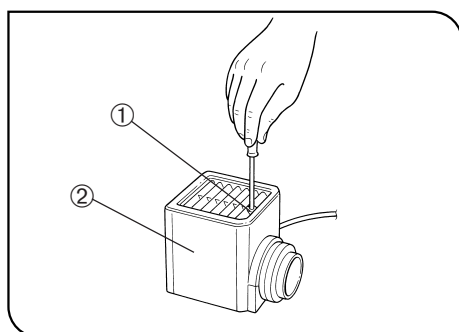

Fig. 22
#### 3 Installation de la lampe halogène (Figures 22 à 24)
5. Faire glisser le cache du boîtier de la lampe sur la base du boîtier par le dessus. Serre la vis de blocage ① tout en appuyant sur le cache. (Fig. 22)